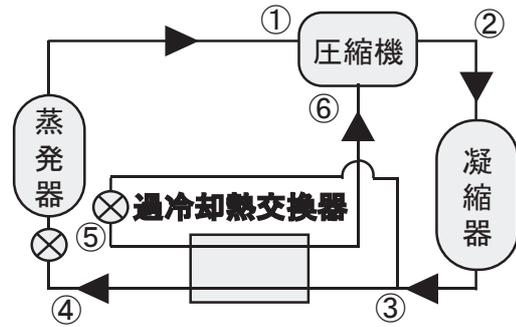
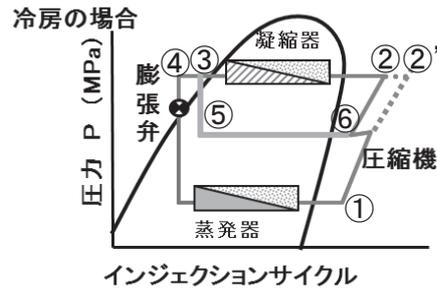

図10 中間インジェクション回路図
図11 中間インジェクション回路モリエル線図
(2) 中間インジェクション回路
圧縮比 3 程度の条件で効率改善した要因は中間インジェクション回路の採用である。図10に中間インジェクション回路図、図11に中間インジェクション回路のモリエル線図を示す。中間インジェクション回路では、凝縮器出口の液冷媒の一部を分岐し（図中③）、中間圧力まで減圧し（図中⑤）、過冷却熱交換器バイパス側を通しメイン側の液冷媒を過冷却する（図中③から④）。ガス化した冷媒は圧縮機のインジェクションポートに戻す（図中⑤から⑥）。中間インジェクション回路なしの場合、全冷媒を低圧（図中①）から高圧（図中②'）に圧縮する必要があるが、中間インジェクション回路の場合、バイパス冷媒は中圧から高圧に圧縮することになり、低圧から中圧まで圧縮する分の動力が不要となり、中間インジェクション回路では効率が向上する。